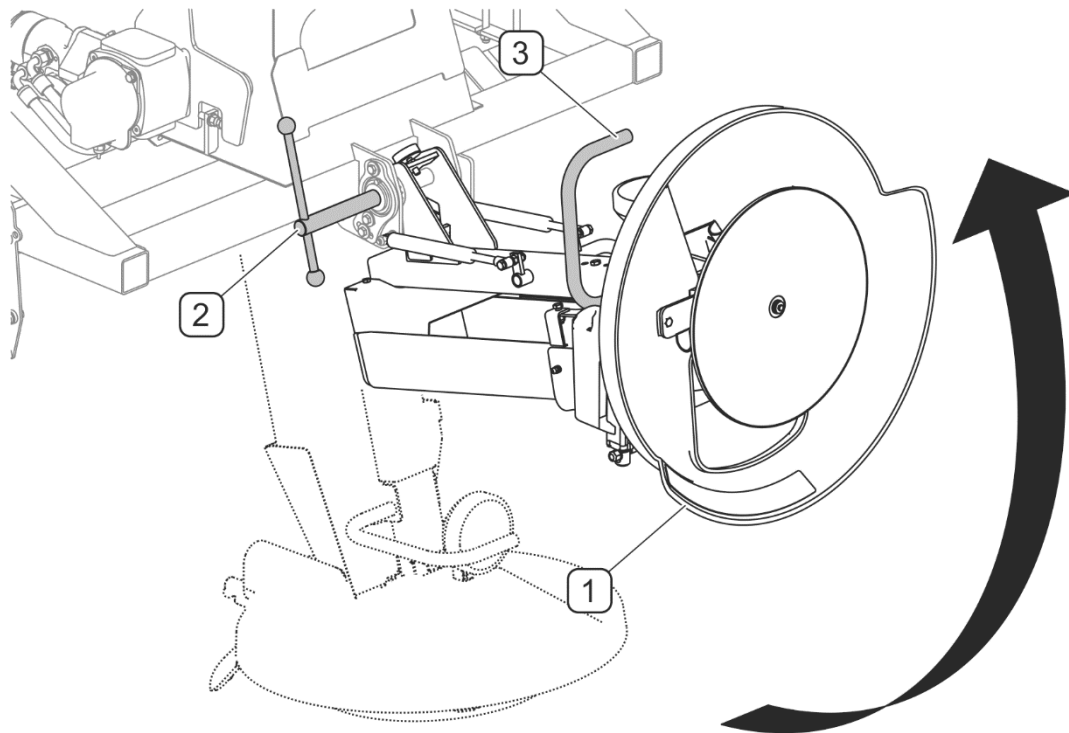

РИСУНОК 4.32 Подъем разбрасывающего механизма
- поднять разбрасывающий механизм и заблокировать в верхнем положении (РИСУНОК 4.32),
Чтобы поднять разбрасывающий механизм для разгрузки (РИСУНОК 4.32), необходимо: